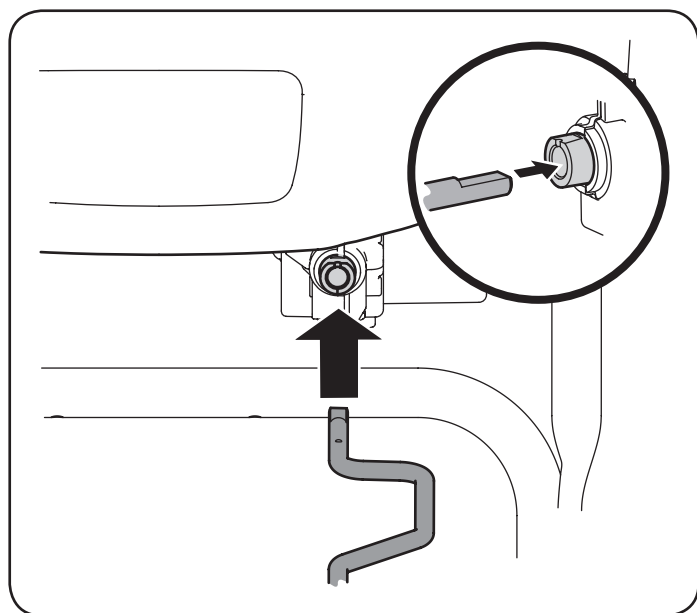

Figura 7
- Insertar el otro extremo de la varilla de control del canal en el acoplador por debajo del panel de asa. Asegúrese de alinear la parte plana de la varilla y el extremo plano del acoplador. Puede que tenga que girar la barra en torno a estas líneas hasta dos superficies. Consulte la figura 7.